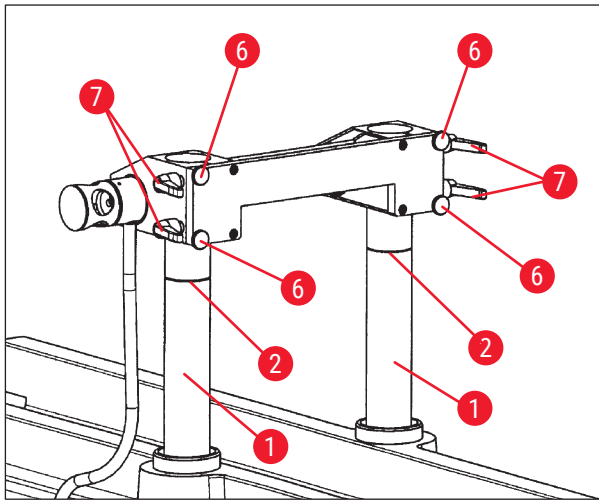

Abb. 85
- Den Messerhalter mit der Oberkante zur Nut (→ Abb. 83-2) in den Stützsäulen in der 100-mm-Position oder ganz oben für die 200-mm-Position, siehe (→ Abb. 85), platzieren.
- Den Messerhalter mit der Oberkante ganz oben auf den Säulen für die 200-mm-Position (→ Abb. 85) platzieren.
- Dazu die Stützsäulen wieder in die höchste Position bringen (→ Abb. 85) und den Messerhalter, wie in Kap. (→ S. 82 – 7.10.3 Höheneinstellung des Messerhalters) beschrieben, auf die 100-mm-Position einstellen.